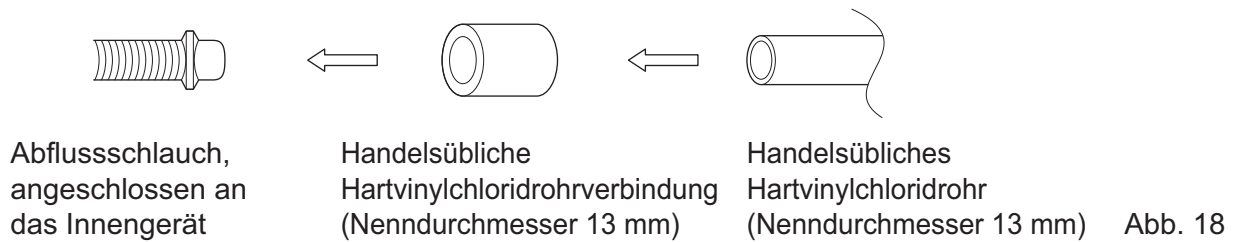

Abb. 18
- Verwenden Sie handelsübliche Hartplastik PVC-Verbindungsstücke (Nenndurchmesser 13 mm) für das direkte Anschließen von Hartplastik PVC-Rohren (Nenndurchmesser 13 mm) an Ablaufschläuche des Innengeräts, wie beispielsweise integrierte Rohrleitungen. **(Siehe Abb. 18)**